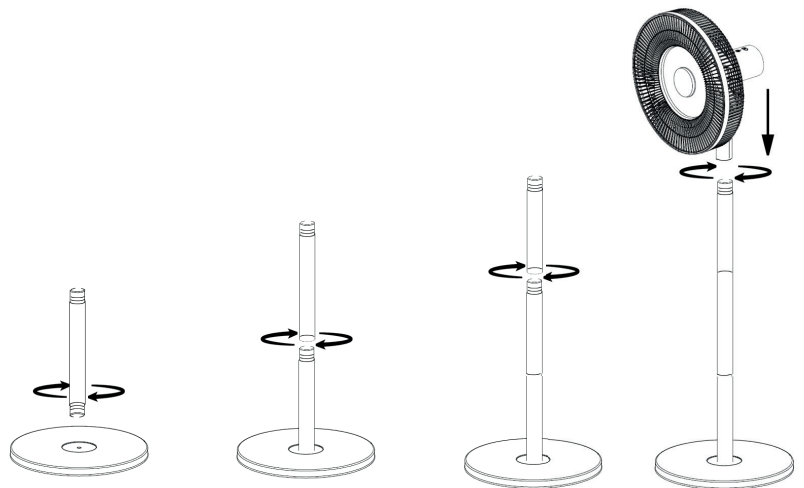

Fig. 1
1. Saque las piezas del embalaje. Instale el tubo vertical (abajo-centro-arriba) siguiendo los pasos que se indican a continuación. (Fig. 1 mostrada)